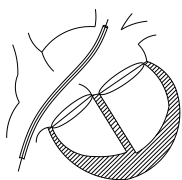

Рис. 5. Изображение доставки интродьюсера в сердце
- Промойте расширитель и интродьюсер физиологическим раствором, затем вставьте расширитель в интродьюсер, затяните гайку зажима для обеспечения надежного закрепления расширителя с интродьюсером. Проведите интродьюсер с расширителем по проводнику для замены через дефект перегородки в левую верхнюю легочную вену. Удалите проводник для замены и расширитель (см. рис. 5).